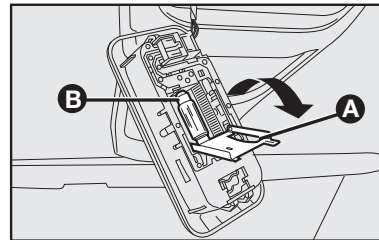

fig. 40
- 2) abra la tapa **A-fig. 40** en el sentido indicado pela flecha;
- 3) saque la lámpara **B-fig. 40** y sustitúyala;